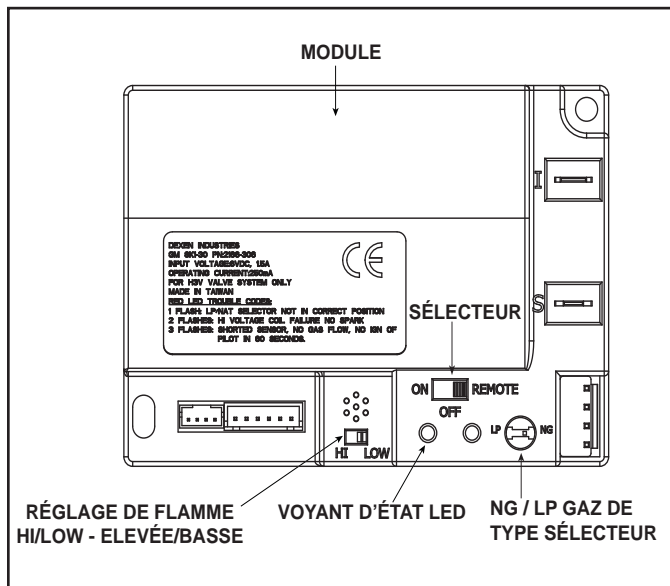

Figure 2.3 Module de commande
1. Le module de commande est muni d'un sélecteur ON/OFF/REMOTE (MARCHE/ARRÊT/DISTANCE) qui doit être réglé. Voir la Figure 2.3.